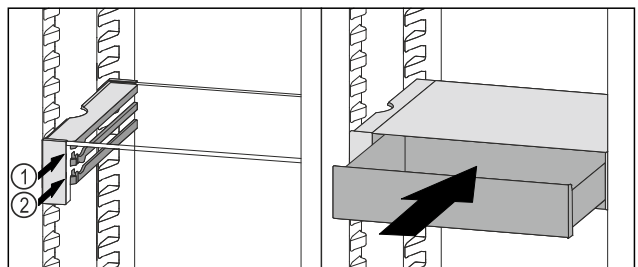

Fig. 183
- ▶ VarioSafe-Schubfach hinter den Stopperrn auf gewünschter Rippe Fig. 183 (1) oder Fig. 183 (2) aufsetzen.